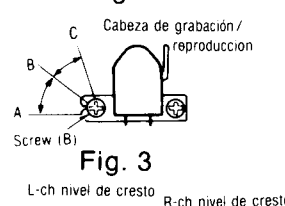
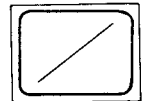

Fig. 3
Fig. 6
2. Reproducir la señal de 8kHz desde la cinta de prueba (QZZCFM). Ajustar el tornillo (B) en Fig. 3 para obtener niveles L-CH y R-CH de salida máxima. Cuando los niveles de salida de L-CH y R-CH no están al máximo, al mismo tiempo, reajustar de la siguiente forma:
3. Girar el tornillo mostrado en Fig. 3 para buscar los ángulos A y C (puntos donde los niveles de salida de cresta se obtienen para los canales derecho y izquierdo). Luego, localizar el ángulo B entre los ángulos A y C, por ej., el punto donde los niveles de salida de R-CH y L-CH estén equilibrados. (Consultar Fig. 3 y 4.)
5. Reproducir la señal de 8kHz desde la cinta de prueba (QZZCFM). Ajustar el tornillo (B) de la Fig. 3 de forma que las agujas indicadoras de los dos EVM giren hacia el máximo y se obtenga una forma de onda como la indicada en la Fig. 6 sobre el osciloscopio.